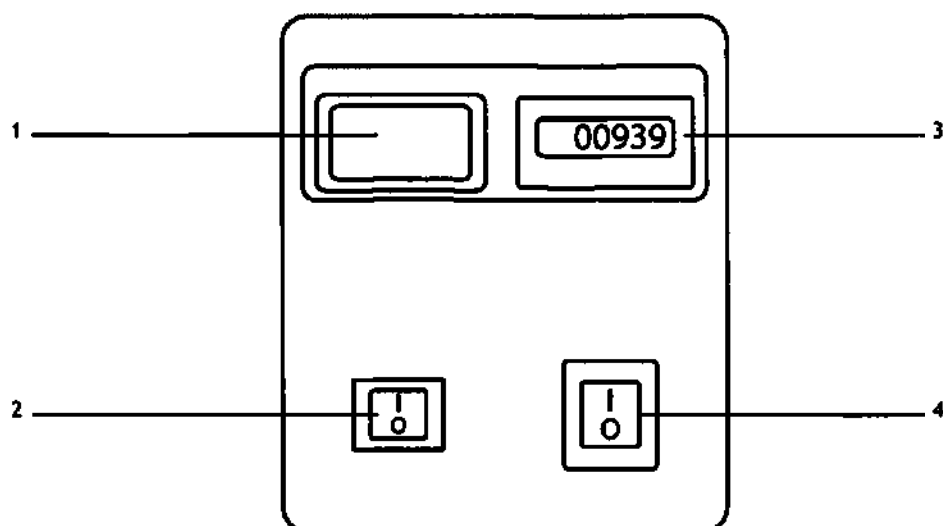

Рис. 6: блок питания ртутной лампы
- Подсоедините кабель от фонаря к разъему на задней поверхности блока питания ртутной лампы (рис. 6).